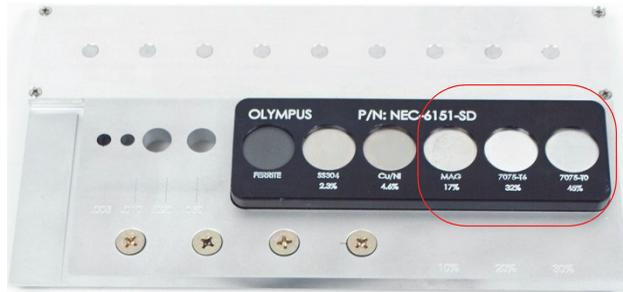

Figura 5-79 Sección del estándar de calibración utilizada para la evaluación de conductividad
6. Coloque la sonda en la muestra de conductividad de 45 % (vea la Figura 5-79 en la página 202); después, pulse y mantenga la tecla A-LIFT NULL () para activar la función de despege automático.